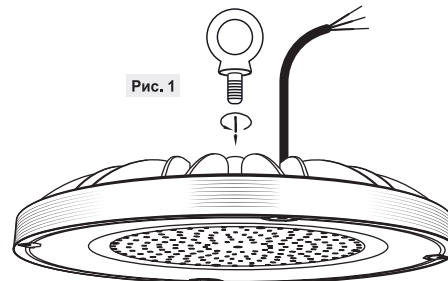

Рис. 1
- Установите светильник при помощи специального крепления (рым-болта), входящего в комплект поставки (Рис. 1).